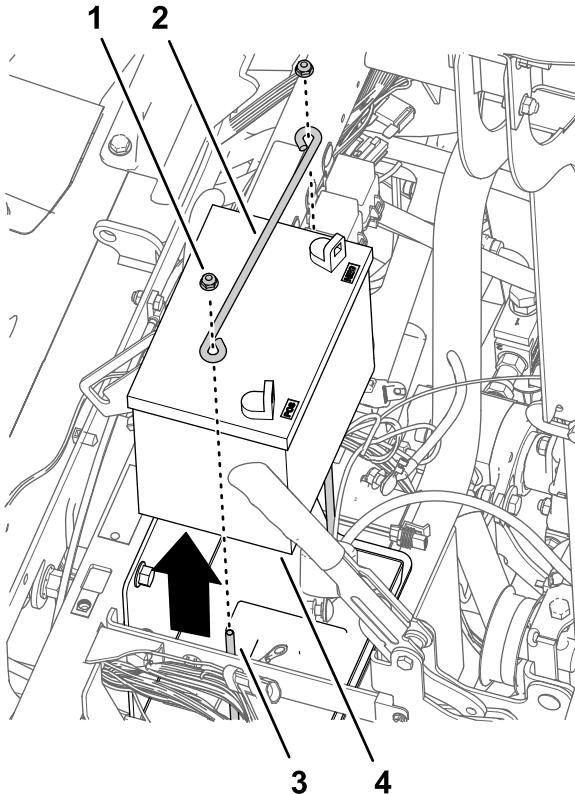

Figure 171
4. Reposez sur le volant le couvre-moyeu que vous avez retiré à l'opération 2 de Dépose du volant \(page 78\) (Figure 171).
1. Retirez les 2 contre-écrous à embase et la tige de maintien des 2 boulons en J qui fixent la batterie à son support sur la machine (Figure 171).
2. Retirez la batterie de la machine (Figure 171).